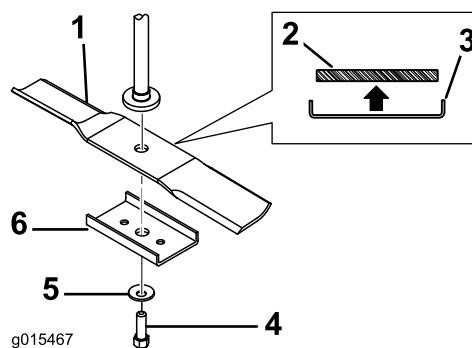
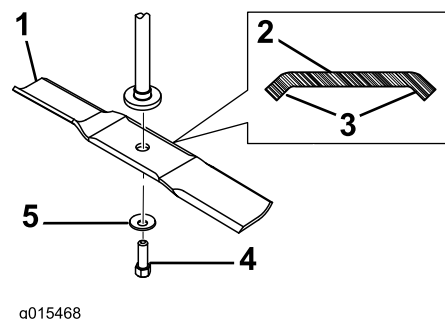

Figure 2
Figure 3
- Choisissez le style de lame, comme montré à la Figure 2 et la Figure 3 qui correspond le mieux aux lames de votre tondeuse. Tenez le bout de la lame avec un chiffon ou un gant épais, et déposez la lame comme montré.